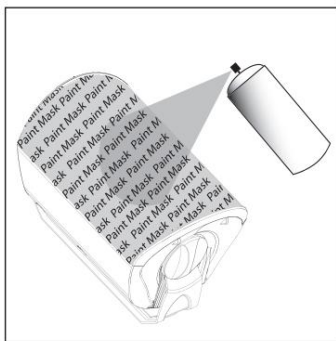

FIGURA 8: După amorsare, aplicați straturi subțiri de culoare de finisaj.
2. Numai după ce grundul s-a uscat complet ar trebui aplicată culoarea de finisaj [figura 8].